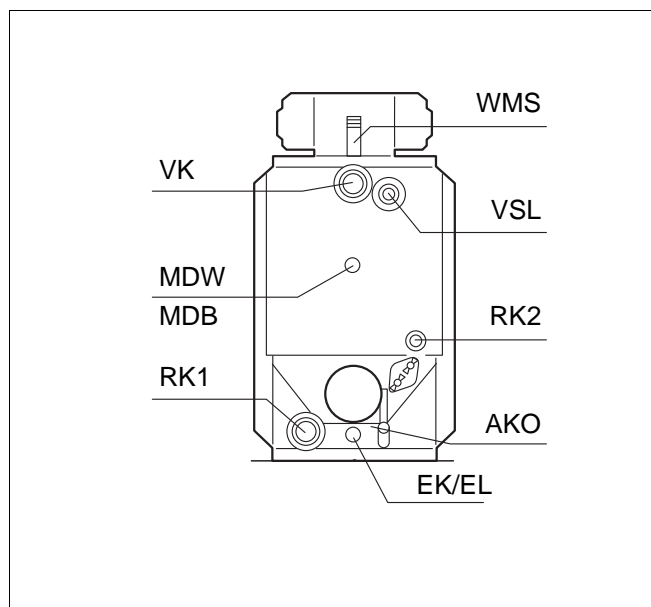

Рис. 5 Подключение котла Logano SB615
- Подсоедините реле или ограничитель минимального давления (через переходник R $\frac{1}{2}$ –R $\frac{1}{4}$) к месту подключения MDW/MDB на отопительном котле (рис. 5).
- Установите соединительную трубу для предохранительного устройства контроля количества воды в точку подключения WMS (2") (рис. 5, стр. 16).